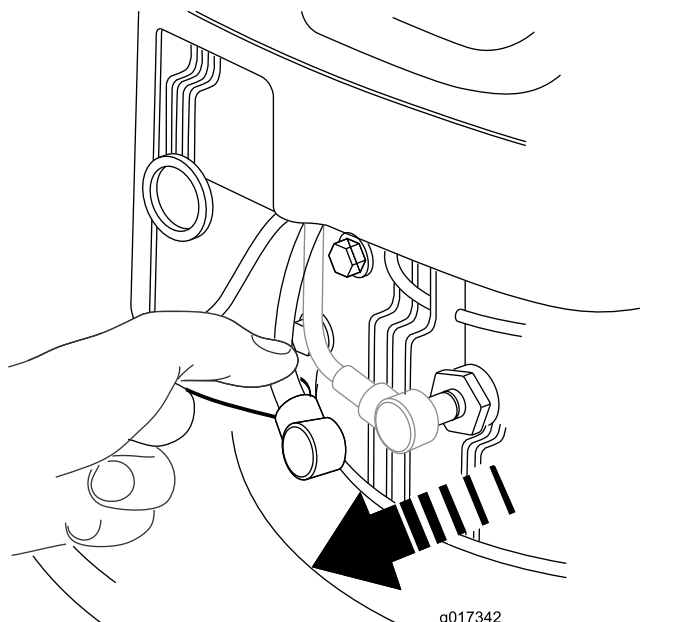

图18
2. 在执行任何维护程序之前应断开火花塞上的火花塞电线 图18。